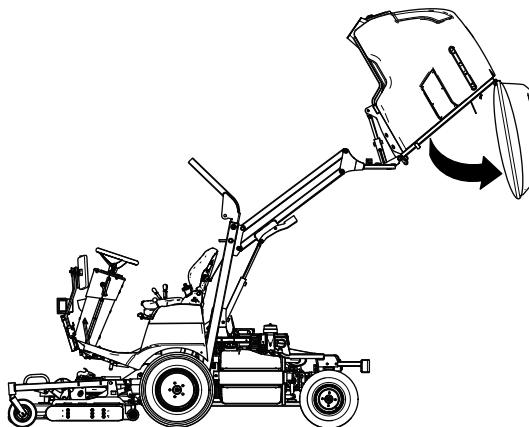

Figura 140
2. Portate la tramoggia (Figura 140) in posizione di sollevamento completo; fate riferimento a Sollevamento della tramoggia (pagina 31).
3. Scaricate la tramoggia (Figura 140) e lasciatela in posizione di scarico completo, con lo sportello posteriore che pende liberamente; fate riferimento a Scarico della tramoggia (pagina 32).